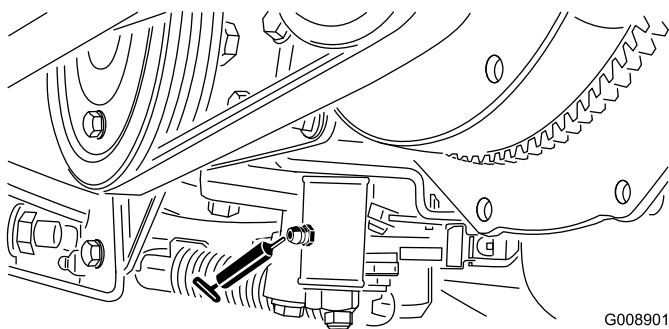

**Figure 37**
- Pivot de bras de relevage avant droit et vérin de relevage (2) (Figure 37)